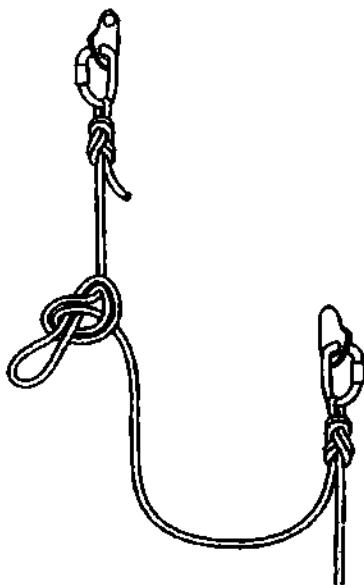

Рис. 262. *Простой проводник*, за-вязанный в качестве амортизирую-щего узла между двух точек закре-пления верёвки.
**бовая петля** может использоваться как амортизирующий узел, хотя его энергопоглощающие свойства заметно усту-пают узлу *бабочка* (рис. 262). *Дубовая петля* очень может пригодиться, если необходим громоздкий стопорный узел, например, на конце верёвки альпиниста, чтобы с неё не съехать, если она не достигает дна.